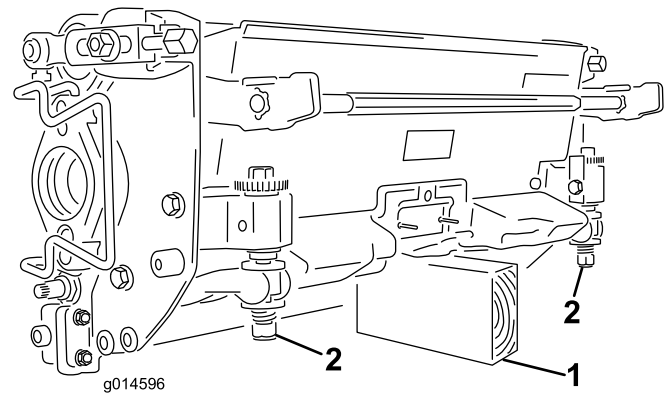

Рисунок 48
**Внимание:** Если необходимо наклонить режущий блок, подложите опору под заднюю часть режущего блока, чтобы гайки регулировочных винтов неподвижного ножа не упирались в рабочую поверхность (**Рисунок 48**).